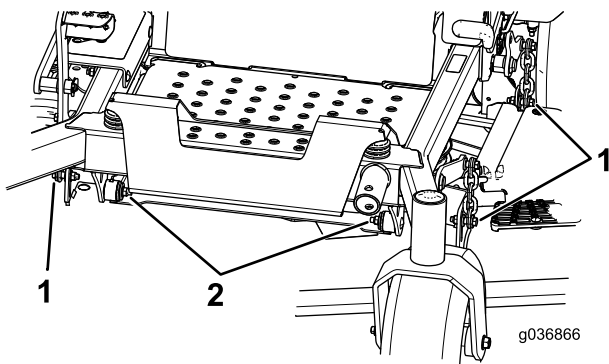

Figura 84
8. Îndepărtați și păstrați uruburile și piulițele de pe ambele laturi ale mainii (Figura 84).